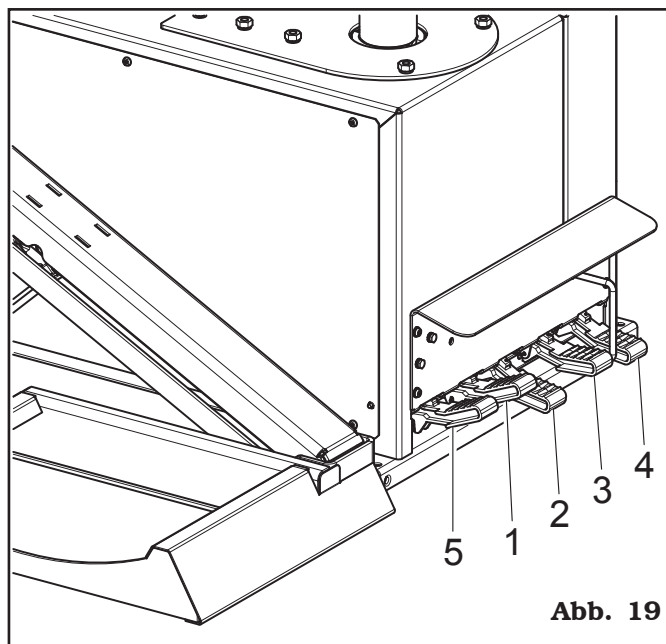

Abb. 19
Das Pedal mit gehaltenen Betätigung (**Abb. 19 Pkt. 1**) (nur für GA2945V.26S - GA2945ITV.26S - GA2945D.26S - GA2945ITD.26S) steuert die Bewegung der Hubvorrichtung.
Das Pedal (**Abb. 19 Pkt. 2**) steuert die vertikale Verschiebung des Werkzeugsarms (Auslösen).
Das Pedal (**Abb. 19 Pkt. 3**) hat zwei Arbeitsstellungen mit gehaltenen Betätigung. Eine Druck nach unten bewirkt eine Rotationsbewegung im Uhrzeigersinn des Spindelmotors. Wenn das Pedal nach oben bewirkt die entgegengesetzte Bewegung.
Das Pedal (**Abb. 19 Pkt. 4**) hat eine Arbeitsstellung mit gehaltenen Betätigung. Ein Druck nach unten bewirkt eine Verschlussbewegung des Abdrückarms. Beim Freilassen des Pedals, kehrt der Arm nach Ruhestellung zurück.
Das Aufpumpenspedal (**Abb. 19 Pkt. 5**) hat je nach der vorliegenden Maschinenausführung eine andere Funktion.
2. Drücken Sie das Pedal (**Abb. 19 Pkt. 4**) und betätigen Sie die Abdrückwerkzeug, bis den Wulst zu entfernen. Falls der Wulst sich nicht beim ersten Abdrücken ablöst, den Vorgang an verschiedenen Punkten des Rades wiederholen, bis er sich vollständig ablöst.
1. Nach der Stellung des Rads auf der Hubplattform (siehe **Abb. 21**), drücken Sie das Pedal zur Inbetriebsetzung der Hubvorrichtung (**Abb. 19 Pkt. 1**) nach unten und bringen Sie das Rad auf der Höhe, wo es auf der Spindel mit der Hand bewegen kann werden (siehe **Abb. 22**).
3. Anheben Sie das Pedal (**Abb. 19 Pkt. 1**) nach oben, um die Hubplattform zu senken.
5. Anheben Sie die Hubplattform beim Drücken erneut das Pedal nach unten (**Abb. 19 Pkt. 1**).
3. Aktivieren Sie die Drehung des Rades im Uhrzeigersinn, durch Treten des entsprechenden Pedals (**Abb. 19 Pkt. 3**).